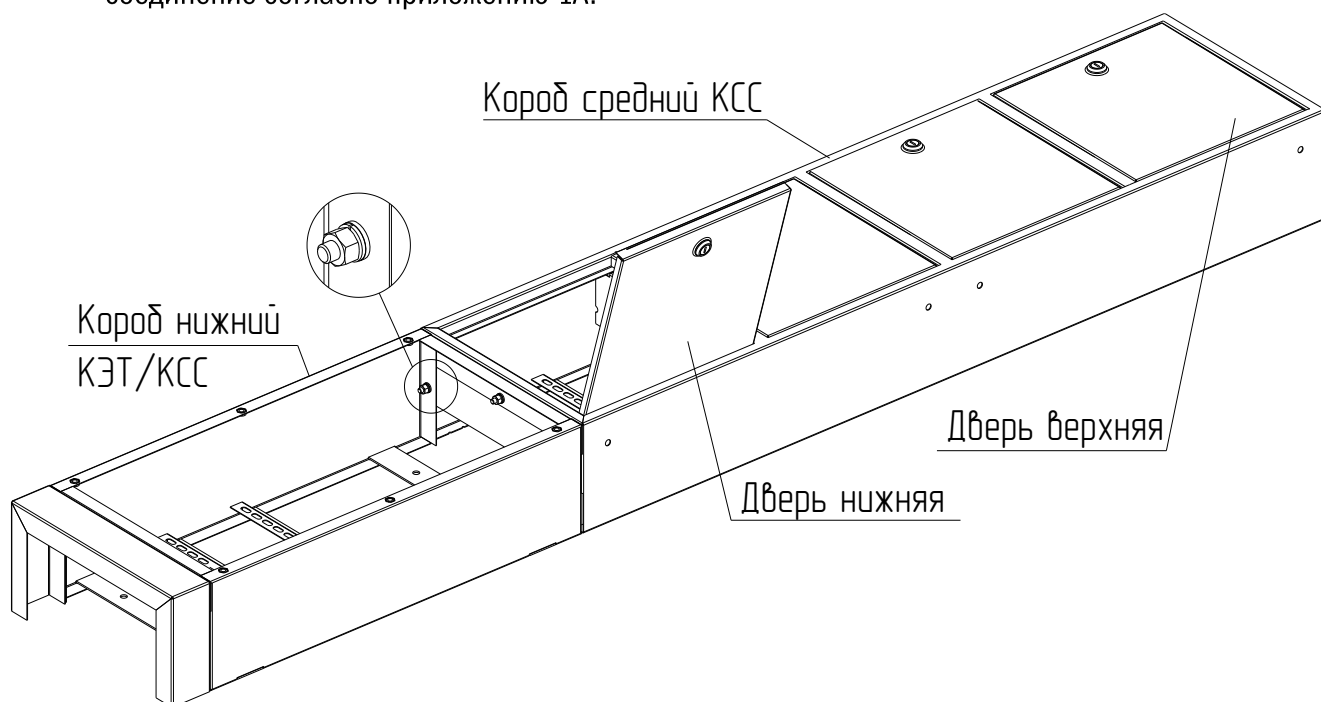

Рисунок 14
4.5 Соедините «Короб нижний КЭТ/КСС» и «Короб средний КСС» с помощью 3-х болтов М6х16 поз.2.4 (см. таблицу), шайб 6 поз. 2.6 и 2.7 и гайки М6 поз. 2.5 (рисунок 14). Болтовое соединение согласно приложению 1А.